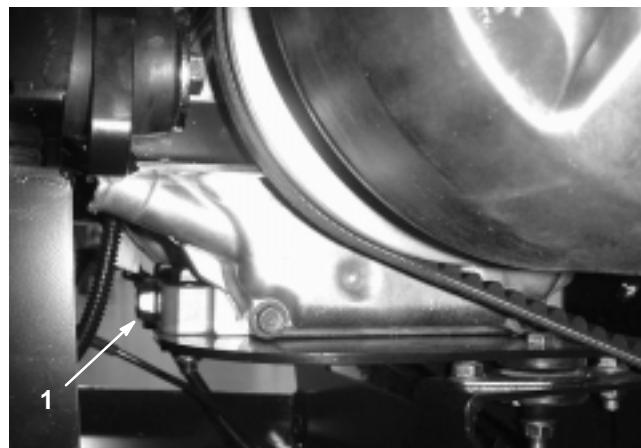

Bild 27
5. Entfernen Sie die Verschlusschraube (Bild 27) und lassen das Öl in ein Auffanggefäß ab. Drehen Sie die Verschlusschraube, nachdem das Öl vollständig abgelaufen ist, ein und ziehen sie dann mit 17,6 Nm an.